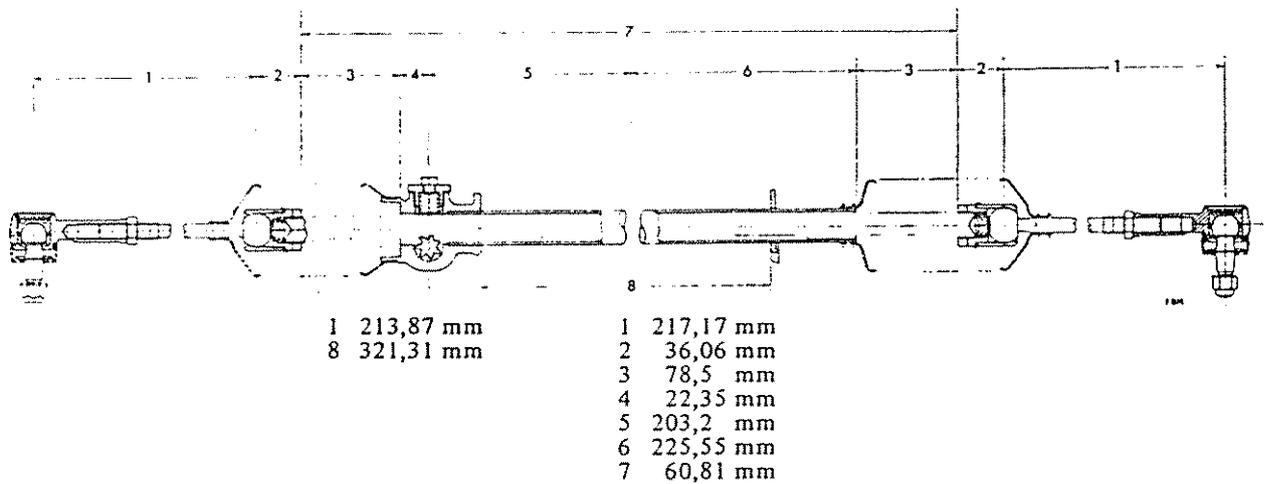

Abb. 19 Maße der Lenkung
Prüfen, ob die Lenkung den auf Abb. 19 gegebenen Abmessungen entspricht und dann die Anzahl der Zahnstangenumdrehungen zählen, die zum Bewegen des Ritzels von Anschlag zu Anschlag benötigt werden. Welle zum Zentrieren der Zahnstange zurückdrehen und das Lenkrad in Geradeausstellung bringen. Die Lenkung durch Einführen der Nutenwelle in die Nutenkopplung anbringen. Die beiden Alu-Lagerklötze (8) hinter die Zahnstange setzen und die beiden vorderen Lagerstrecke (16) mit den Stopfen (18) in die Löcher im Gehäuse (19) einführen. Bügelschrauben (17) und Nylocmutter (7) anbringen. Die Kegelstifte der äußeren Spurstangenköpfe (32) in die Lenkhebel einführen und die Unterlegscheiben (37) mit Nylocmutter (36) befestigen. Schraube (4, Abb.12) und Nylocmutter an die Lenkungskopplung anbringen.
Wenn die richtige Einstellung vorliegt, das Sicherungsblech (23) über die Überwurfmutter (22) und Hutmutter (28) umbiegen. Die gegenüberliegende Spurstange durch Wiederholung des obigen Arbeitsvorganges zusammenmontieren. Eine Gegenmutter (21) und Feder (24) an jedem Zahnstangenende (20) anbringen und jedes äußere Spurstangenaggregat aufschrauben. Die Spurstangen auf das in Abb. 19 angegebene Maß Nr. 7 an der Zahnstange (20) einstellen und die Gegenmutter anziehen. Die Bälge (15) und (29) anbringen und mit den Schellen (27) und (31) befestigen. Gegenmuttern (30), und Spurstangenköpfe (14 und 32) an die Spurstangen montieren.